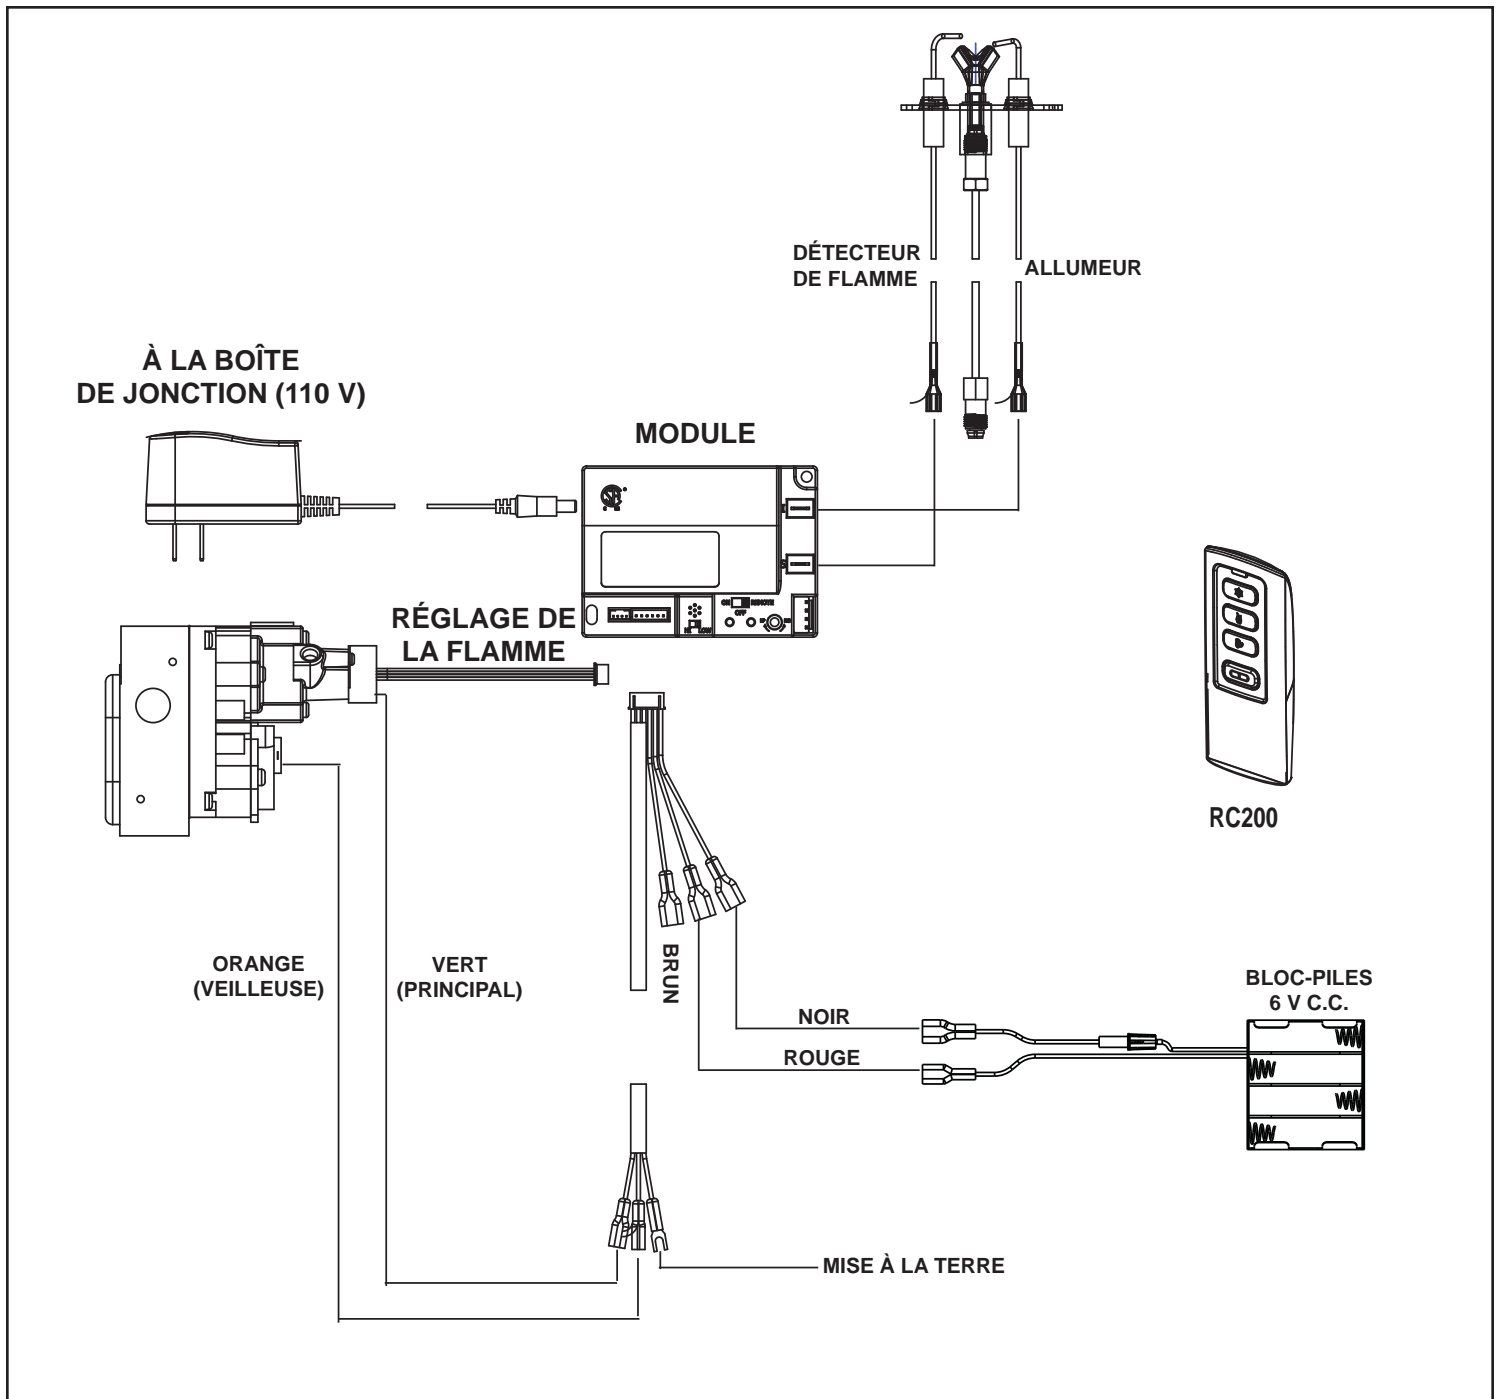

Figure 8.2 Schéma de câblage du système IntelliFire Plus (IPI)
- Se référer à la figure 8.2, Schéma du câblage IPI.